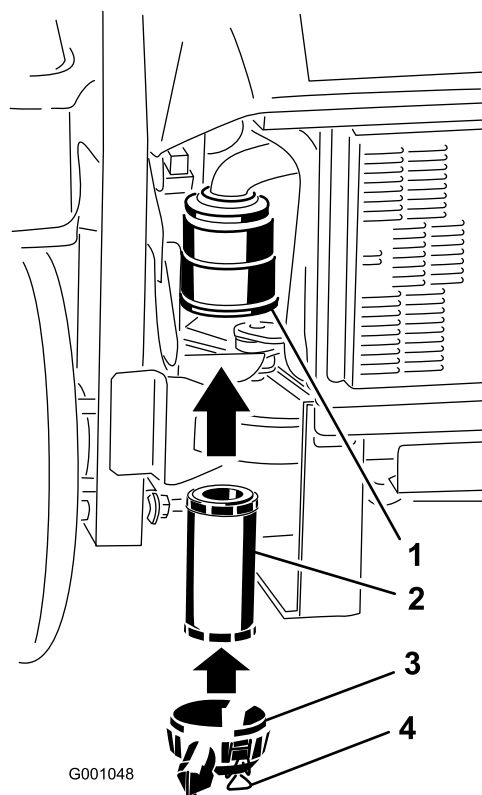

Figura 44
2. Introduzca el filtro con cuidado en la carcasa del limpiador de aire (Figura 44). Asegúrese de que está bien asentado empujando sobre el borde exterior del filtro mientras lo instala.
3. Instale la tapa del limpiador de aire y fije los cierres (Figura 44).